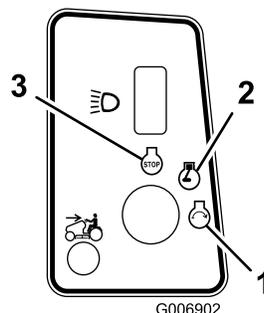

Bild 10
5. Drehen Sie den Zündschlüssel nach rechts und halten ihn auf Start (Bild 10). Lassen Sie den Schlüssel los, wenn der Motor anspringt.
2. Drehen Sie den Zündschlüssel auf „Aus“ und warten Sie, bis alle rotierenden Teile zum Stillstand gekommen sind. (Bild 10).